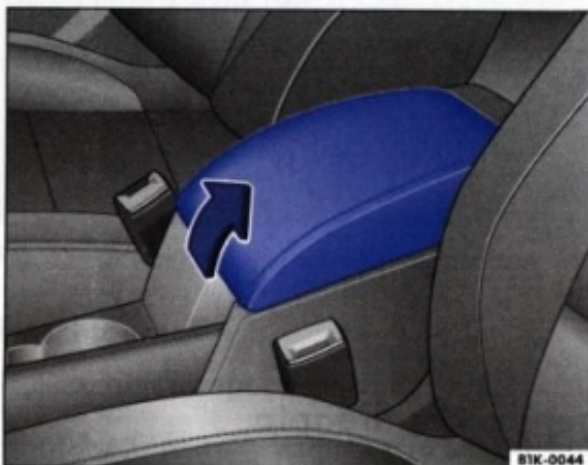

Fig. 69 Cotiera centrală din față cu compartiment de depozitare
– Pentru deschiderea compartimentului ridicați cotiera în sensul săgeții ⇒ fig. 69.